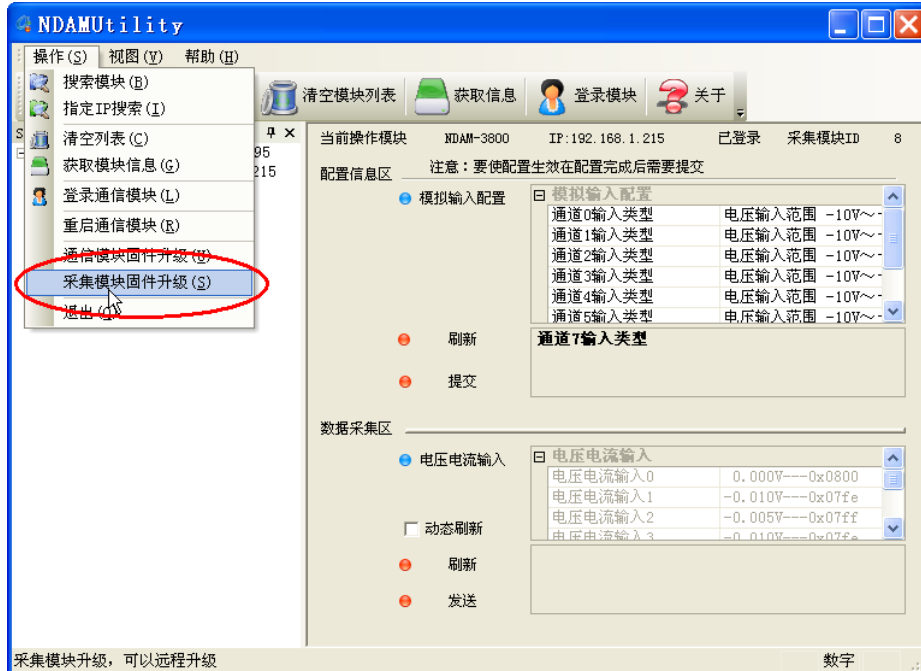

图 4.10 软件方式固件升级
① 在模块工作模式下点击配置软件 NDAMUtility 上的“操作”菜单，并选择“采集模块固件升级”选项，如图 4.10 所示；